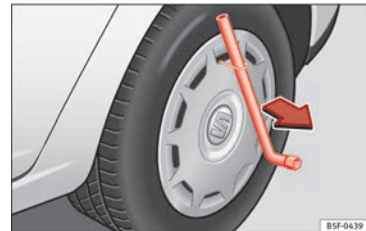

Fig. 65 Desmontar el tapacubos integral.
- Introduzca la llave para las ruedas en el gancho de alambre » » » **fig. 65** y tire del tapacubos en el sentido que indica la flecha.